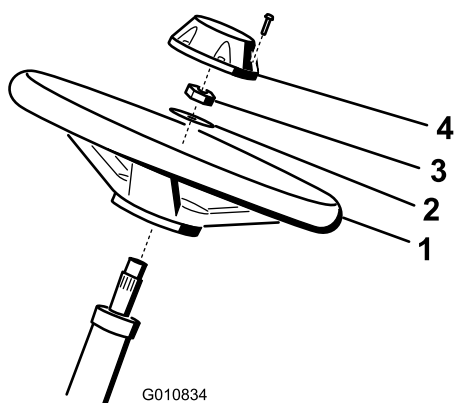

図 5
1. ハンドルをステアリングシャフトにはめ込む 図 5。
2. ワッシャをステアリングシャフトにはめ込む 図 5。
2.8-3.6 kg/m = 20-26 ft-lb にトルク締めする 図 5。
4. キャップを取り付け、ボルト6本で固定する 図 5。